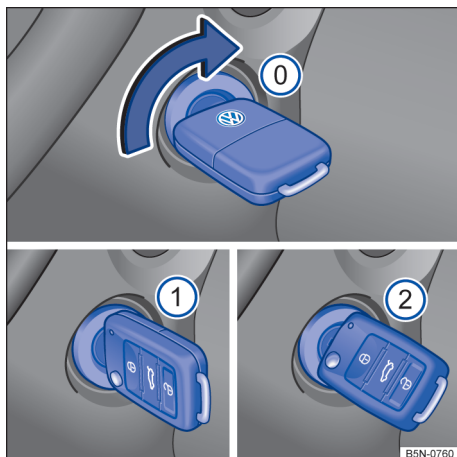

Fig. 83 Ao lado do volante, à direita: posições da chave do veículo no cilindro da ignição.
Posições da chave do veículo → Fig. 83
5.	Girar a chave do veículo no cilindro da ignição para a posição → Fig. 83